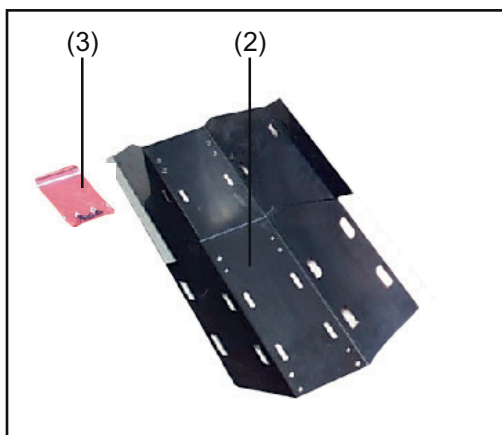
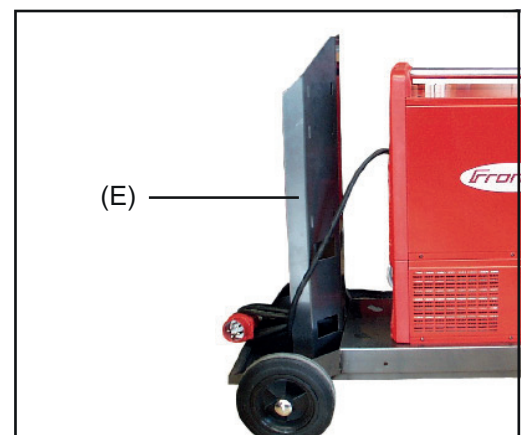

Fig. 2 Rallonge
Fig. 3 Support de bouteille de gaz
Pour que le transformateur automatique puisse être monté sur le chariot „PickUp“ en même temps que le refroidisseur FK 4000 / FK 4000 R et la source de courant, la livraison du transformateur automatique comporte une rallonge (2) (Fig. 2) pour le support de bouteille de gaz (E) (Fig. 3).